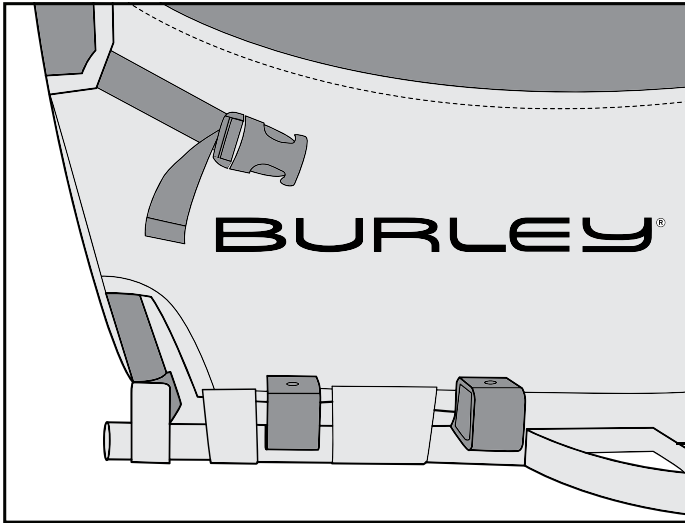

Figure 10
1. On trailer front, join buckle sections on cover corners to buckle sections below side windows. (Figure 10)
1. Sur l'avant de la remorque, fermez les boucles entre les côtés de la capote et les côtés de la fenêtre. (Figure 10)
1. Bringen Sie an der Vorderseite des Anhängers die Gurtschlossteile an den Abdeckungsecken mit den Gurtschlossteilen unter den Seitenfenstern zusammen. (Abb. 10)